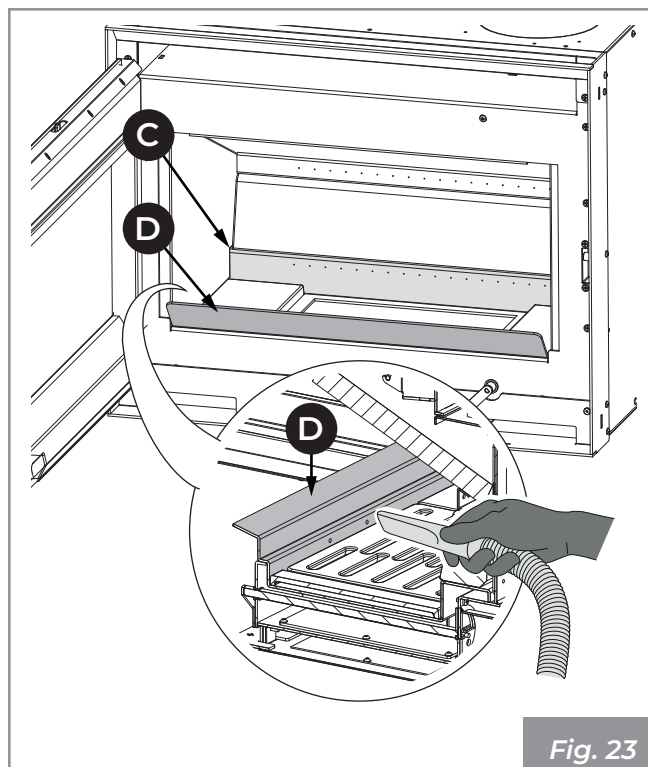

Fig. 23
- 2) Retirer le tiroir à cendres (B) de la base et aspirer les cendres déposées dans les compartiments situés en dessous (Fig. 23).
sont prévus) du distributeur d'air comburant afin d'éviter toute accumulation de cendre (Fig. 23).